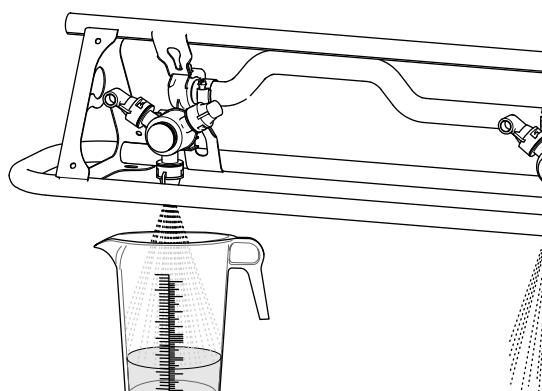

Bild 51
- Fangen Sie das Wasser von den Sprühdüsen auf, bis der Sprühfluss abgestellt wird (Bild 51).